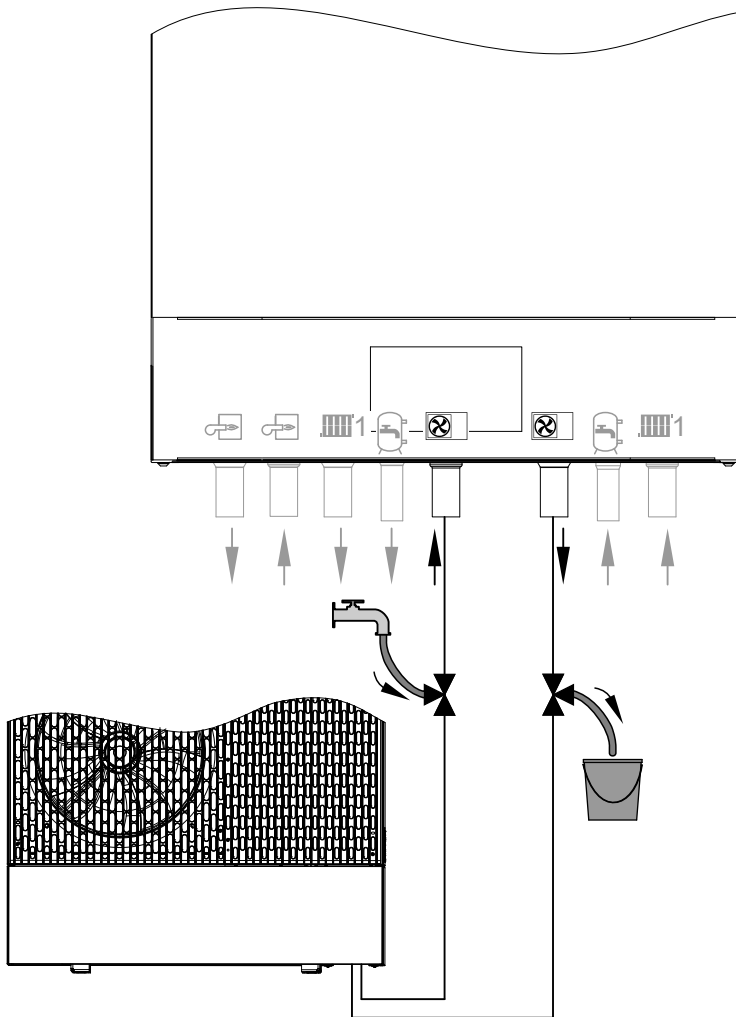

Abb. 71
3. 3-Wege-Kugelhähne im Vor- und Rücklauf Außeneinheit gemäß Abb. 71 öffnen: **Offen in allen Richtungen**